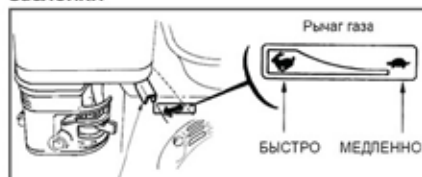

Рис. 27 Установка рычага газа
3. Переведите рычаг газа (Рис. 27) на 1/3 хода в сторону положения максимальных оборотов двигателя (обозначение зайца на наклейке максимальные обороты, черепахи холостые обороты).
1. Откройте топливный кран, переместив рычаг топливного крана в рабочее положение (ON).